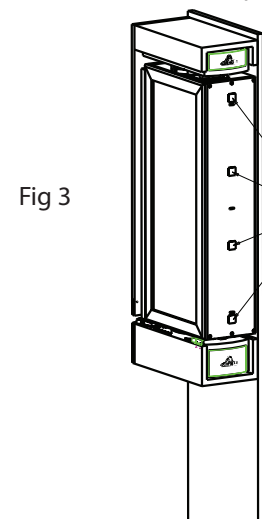

Fig 3
Step 1: Use the double-sided tape provided to ensure proper alignment of the front door/ panel. (See figure 3)
Etape 1: Utiliser la bande adhésive à double côté qui est fournie pour assurer l'alignement approprié de la porte/panneau frontal. (Voir Figure 3)